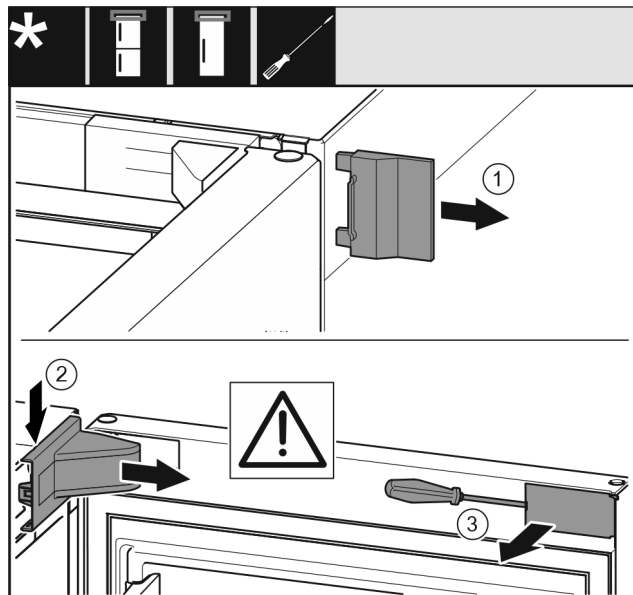

Fig. 6
- ▶ Snemite zunanji pokrov. *Fig. 6 (1)*
- ▶ Snemite in odstranite pokrov ležajnega podstavka. Snemite pokrov ležajnega podstavka. *Fig. 6 (2)*
- ▶ S ploščatim izvijačem staknite zaslonko in jo obrnite k strani. *Fig. 6 (3)*